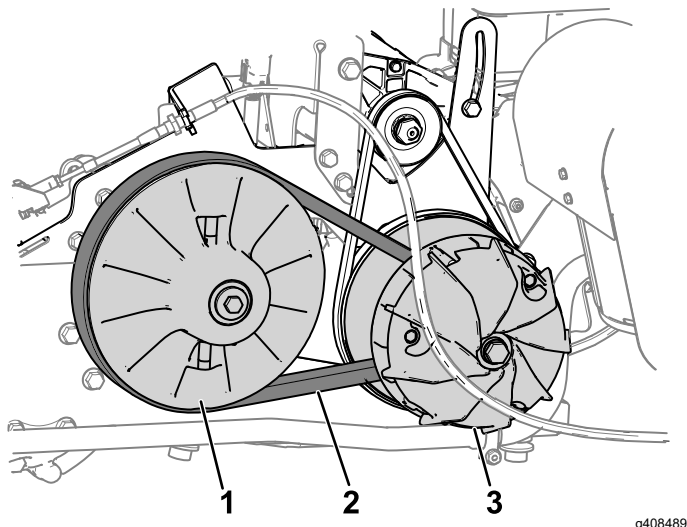

Figura 56
2. Rode e coloque a correia sobre a embraiagem secundária (Figura 56).
3. Retire a correia da embraiagem primária (Figura 56).